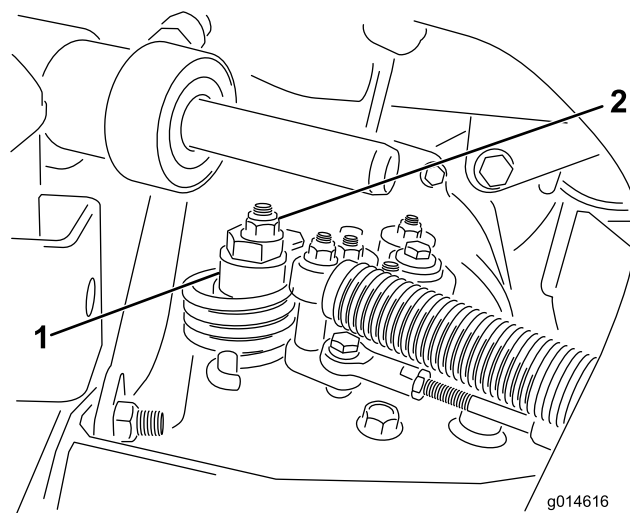

Figura 46
- A. Allentate il dado che fissa l'eccentrico alla parte superiore dell'igrostatato (Figura 46).
- C. Fate girare l'eccentrico finché non riscontrate movimenti in alcuna direzione. Quando la ruota cessa di girare, serrate il dado di bloccaggio dell'eccentrico per mantenere la messa a punto (Figura 46). Verificate la regolazione portando l'acceleratore in posizione di MINIMA e MASSIMA.